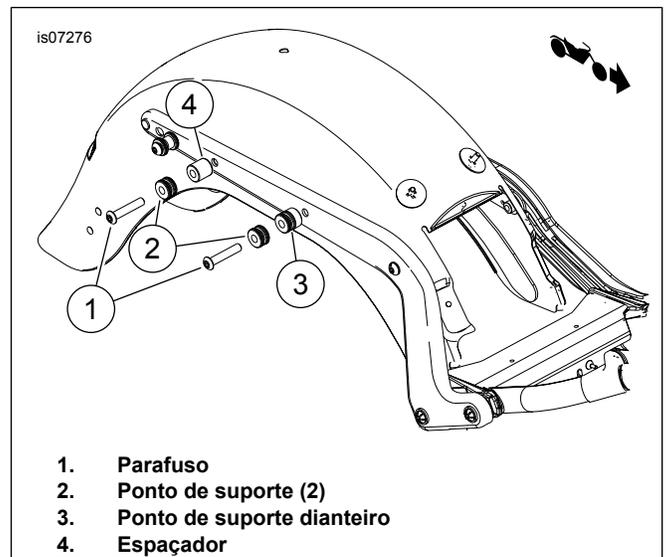

Figura 4. Instalação do ponto de suporte (com outros acessórios removíveis)
Com outros acessórios removíveis: Veja Figura 4. Insira os parafusos (1) através dos mini pontos de suporte (2) e do ponto de suporte dianteiro (3) e do espaçador traseiro (4). Instale os parafusos no suporte de montagem do suporte do para-lama (dentro do para-lama). Aperte os parafusos com torque de 28–36 N·m (21–27 ft-lbs).